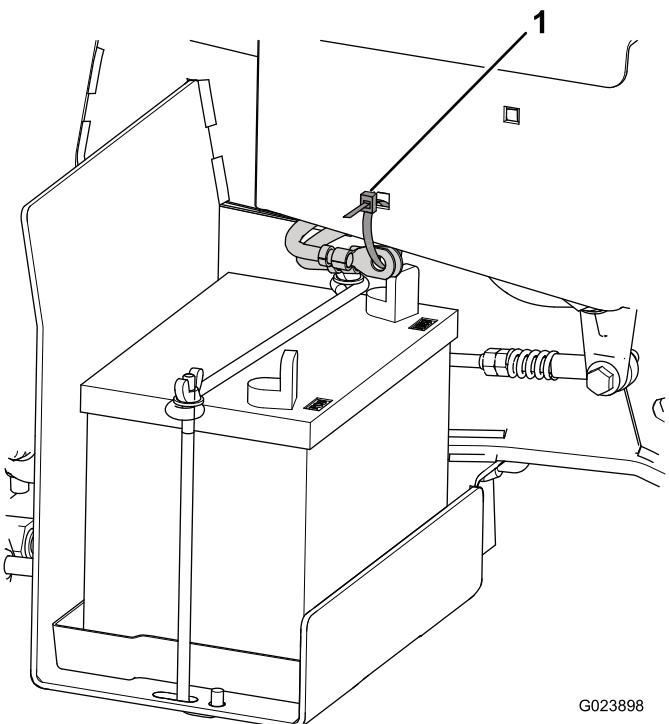

Figure 4
- Coupez l'attache-câble qui retient câbles de la batterie sur le cadre, et mettez-le au rebut (Figure 4).